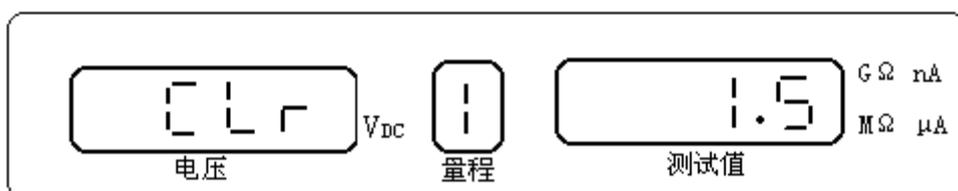

图 4-9 清零状态
c. 再次按动 键，仪器自动对各量程逐一校零（图 4-9）。